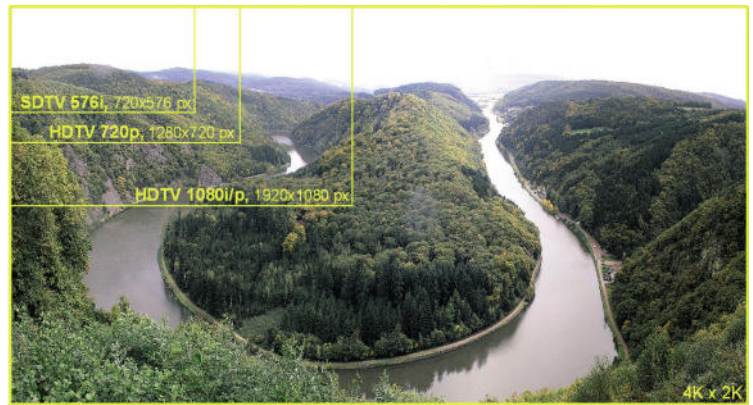

Bild 2: Von SDTV über HDTV zu 2K x 4K: Der Weg zu immer realistischeren Bildern führt weiter. 2K x 4K mit der vierfachen Auflösung von 1080i/p
- **Unterstützung von 3D- und 4K-Displays.** Der Teil der HDMI-1.4-Spezifikation, der sich mit der Berücksichtigung der gegenwärtig wesentlichen Verfahren für dreidimensionale Video-Formate beschäftigt, wird zur Zeit noch einmal überarbeitet und soll in HDMI 1.4a aktualisiert sein. Unterstützt wird 3D-Video mit bis zu 1080p. Für zukünftige Displays mit grob der vierfachen Auflösung von 1080p, sogenannte 4K-Bildschirme (2.160 Zeilen x 4096 Pixel/Zeile, 24 Bilder/Sek., progressiv), bietet HDMI 1.4 heute schon die notwendige Unterstützung (Abbildung 2). Einen ersten marktnahen Prototypen eines 4K-Displays im 56"-Format zeigte Toshiba auf der Consumer Electronic Show in Las Vegas Anfang 2009. Ein Jahr (1/2010!) später erstaunte Mitsubishi die Fachwelt mit einem 155"-OLED-Boliden und Panasonic mit etwa dem gleichen Format in Plasma-Technologie – natürlich 3D-tauglich.